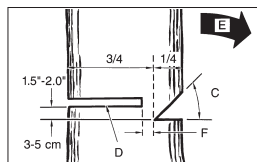

Abb. 13
**ALLGEMEINE RICHTLINIEN FÜR DAS FÄLLEN VON BÄUMEN (Abb. 13)**
**ACHTUNG:** Treten Sie nie vor einem Baum, der eingekerbt ist. Führen Sie den Fallschnitt (D) auf der anderen Seite des Baumes ca. 3-5 cm oberhalb der Kerbkante (C) aus (Abb. 13).